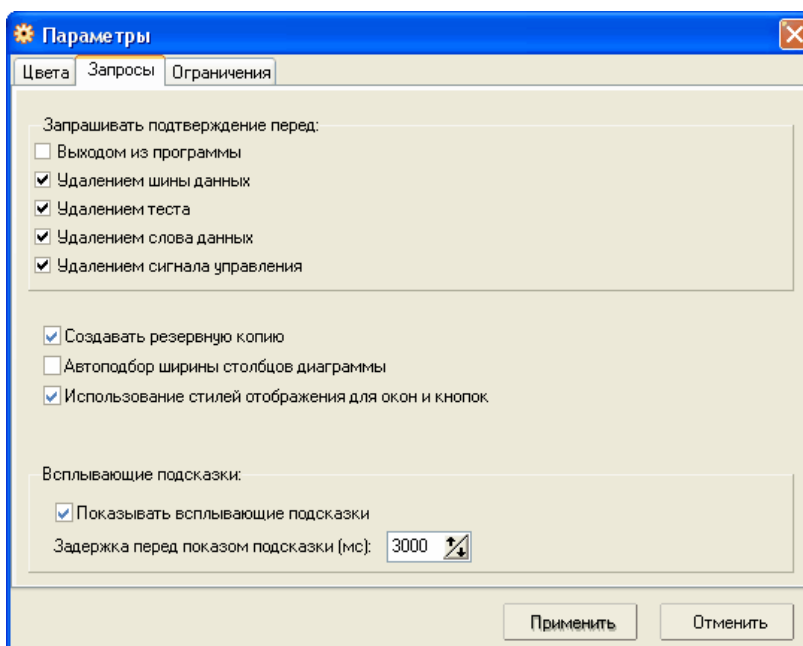

Рис. 19
2. На вкладке », «Запросы» (рис. 19) сосредоточена следующая информация: